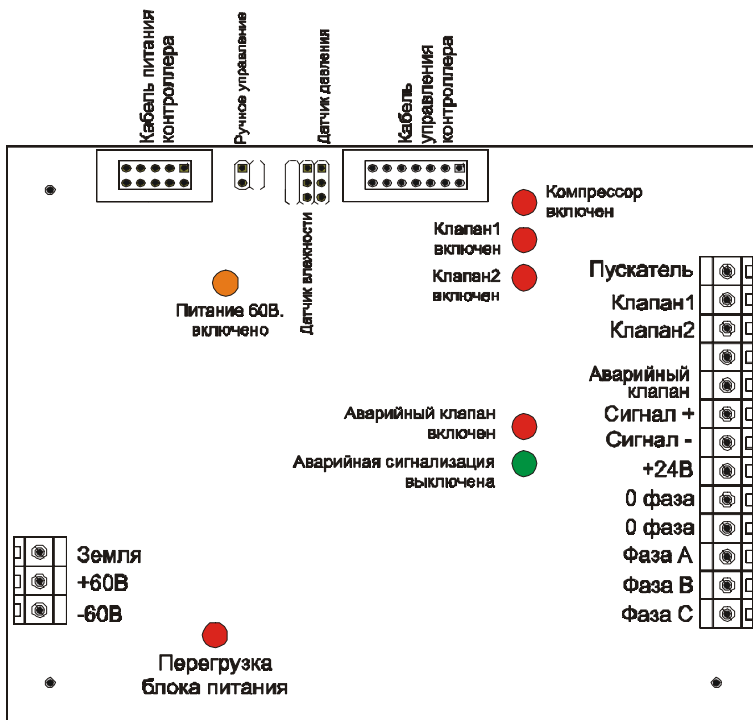

Рис. 3
Импульсный блок питания (БП) Рис. 3 вырабатывает напряжения, необходимые для нормальной работы МК и исполнительных устройств БО.
30. В помещении автозала размещается щиток с выносной сигнализацией для дублирования сигналов от установки. Для его монтажа требуется наличие питания 220В и пары от КСУ. Подключение выносной сигнализации к блоку питания БО производится, как показано на Рис. 3. Если щиток выносной сигнализации не входит в комплект поставки, то вместо него может быть использована стандартная охранная или пожарная сигнализация, работающая на размыкание контактов.